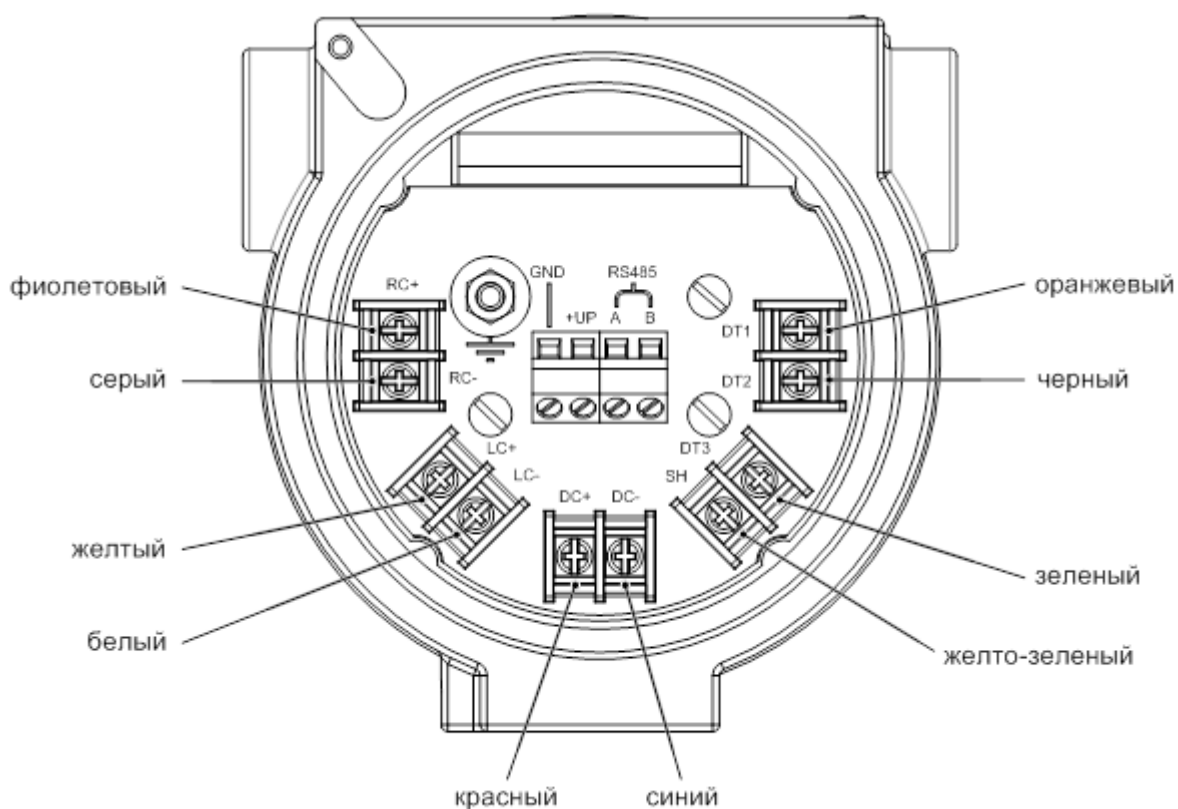

Рисунок 2.6 – Клеммная колодка для подключения специального кабеля²
- 5) Зажмите девять проводов кабеля в клеммные колодки в соответствии с цветами изоляции (рисунок 2.6), зажмите экранированный проводник (прилож. Е) в клемму SH;
цветами изоляции (рисунок 2.6), зажмите экранированный проводник (прилож. Е) в клемму SH.
11) Зажмите четыре провода кабеля в клеммные колодки так, чтобы одна витая пара была подключена к клеммам «RS485 A, B», вторая витая пара должна быть подключена к клеммам «+UP» и «GND» (рисунок 2.6). В исполнении по компоновке I кабель уже подключен к цепям в МП по следующей схеме:
12) Подсоедините экранирующий проводник кабеля к винту заземления внутри корпуса ИМ (рисунок 2.6);
- 5) Зажмите четыре провода кабеля в клеммные колодки в соответствии со схемой монтажа, выбранной в п.2.2.10 (рисунок 2.6);
- 6) Если для подключения используется экранированный кабель, подсоедините экранировку к винту заземления внутри корпуса клеммной коробки (рисунок 2.6);